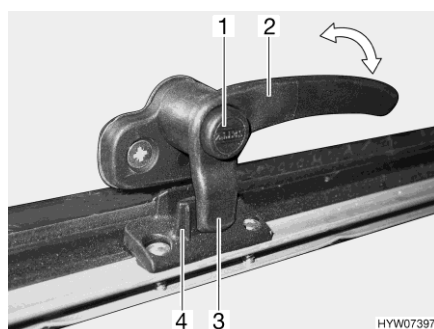
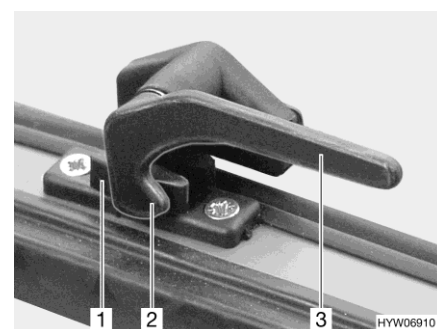

Fig. 112 Leva di serraggio con bottone di sicurezza in posizione "Chiuso"
Fig. 113 Leva di serraggio in posizione "Chiuso"
- Se presente, premere e tenere premuto il bottone di sicurezza (Fig. 112,1).
- Ruotare la leva di serraggio (Fig. 112,2 o Fig. 113,3) di un quarto di giro verso il centro della finestra.
- Ruotare la leva di serraggio (Fig. 112,2 o Fig. 113,3) di un quarto di giro verso il telaio della finestra.
Il nasello di chiusura (Fig. 112,3 o Fig. 113,2) della leva di serraggio si trova completamente sul lato interno della chiusura della finestra (Fig. 112,4 o Fig. 113,1).
- In posizione "Completamente chiusa" (Fig. 112 e Fig. 113)